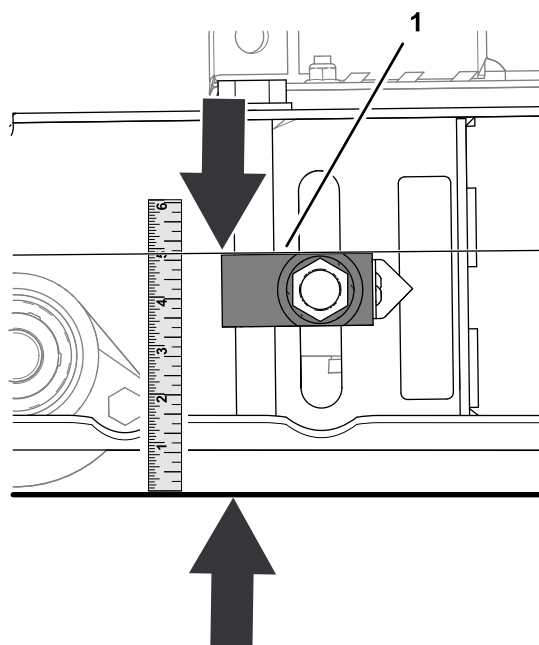

Рисунок 75
- Измерьте расстояние между верхом блока регулятора и землей (Рисунок 75).